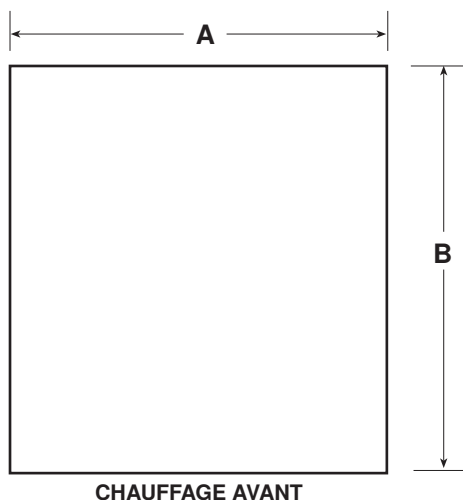

Figure 20. Dimensions de l'ouverture du conduit de l'armoire du filtre à air de retour inférieur (se référer au Tableau 10)
3. Raccordez le conduit d'air de retour à la bride du conduit au bas de l'armoire de filtration. Les dimensions de l'ouverture du conduit sont indiquées à la Figure 20 et répertoriées dans le Tableau 10.
Dimension (voir Figure 20)	Taille de l'unité (MBTUh)